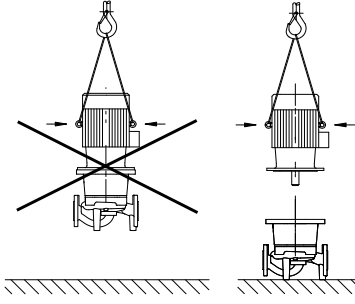

Fig. 8: Motorun nakliyesi
- Motordaki nakliye halkaları sadece motorun taşınması için kullanılabilir, tüm pompa için kullanılması yasaktır (Fig. 8).